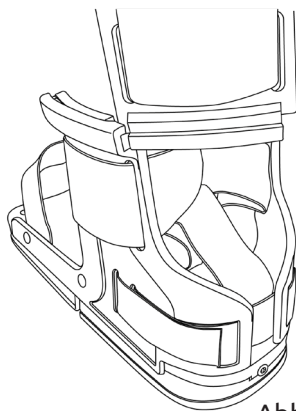

Abb. 10
2. Bringen Sie die beiden Verlängerungen an der Basis des kurzen Walkers an, indem Sie sie entlang der Schienen des seitlichen Verbindungsbereichs schieben, bis beide miteinander verbunden und befestigt sind (Abb. 10, 11, 12)